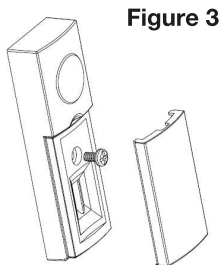

Figure 3
4. Retirez ensuite la partie plastique transparente du bouton et dévissez la vis afin d'accéder aux connexions (Figure 3)
4. Retire a continuación la parte de plástico transparente del pulsador y quite el tornillo para acceder a las conexiones (Figure 3)